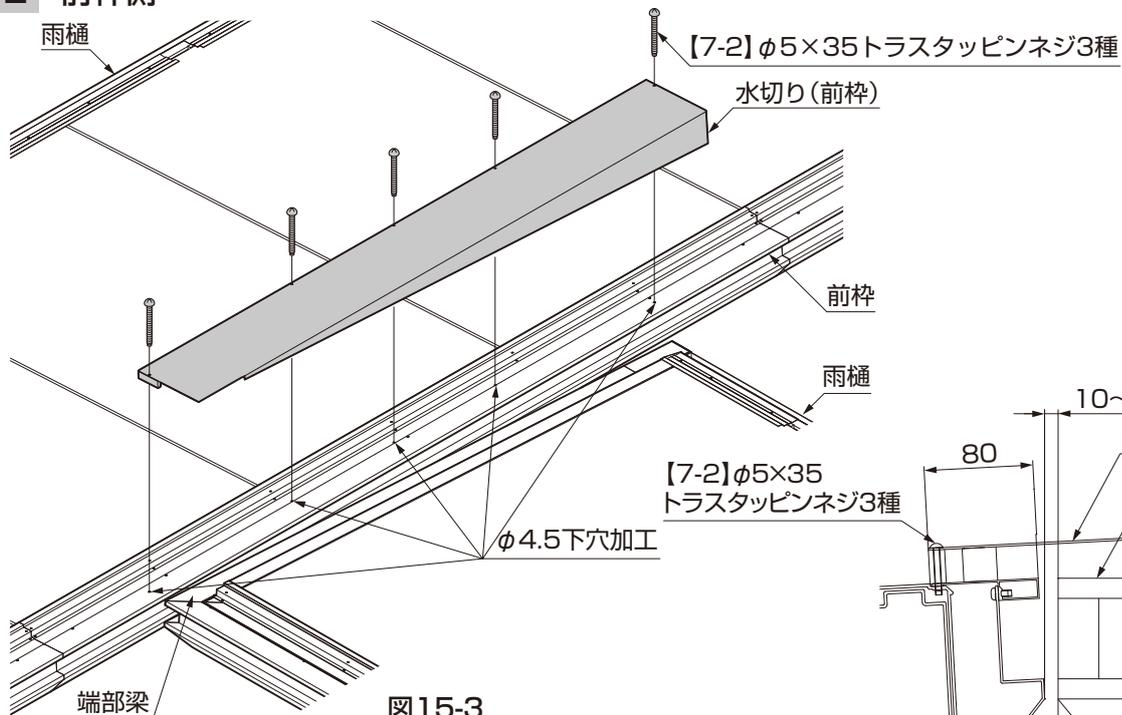
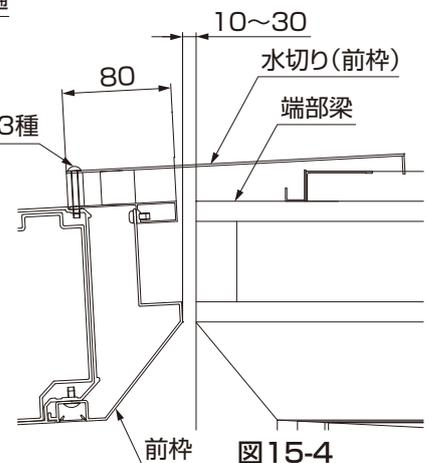

図15-3
図15-4
- ①水切り(前枿)の端面が前枿の端から80mmの位置になるように前枿にのせ、写し穴で $\phi 4.5$ 下穴加工してください。(図15-3、図15-4参照)
- ②水切り(前枿)を【7-2】で、取付けてください。